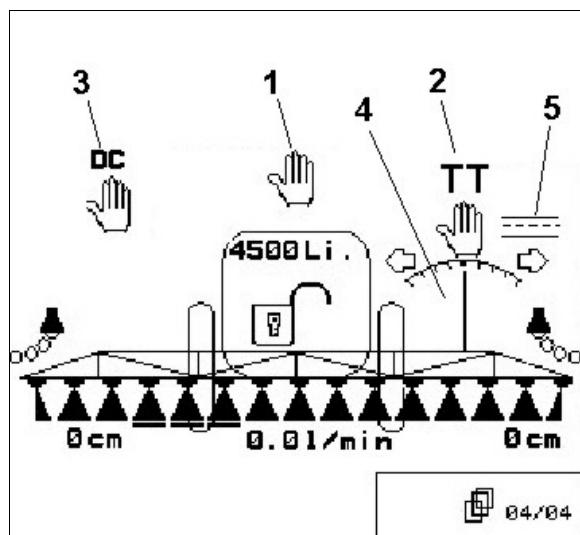
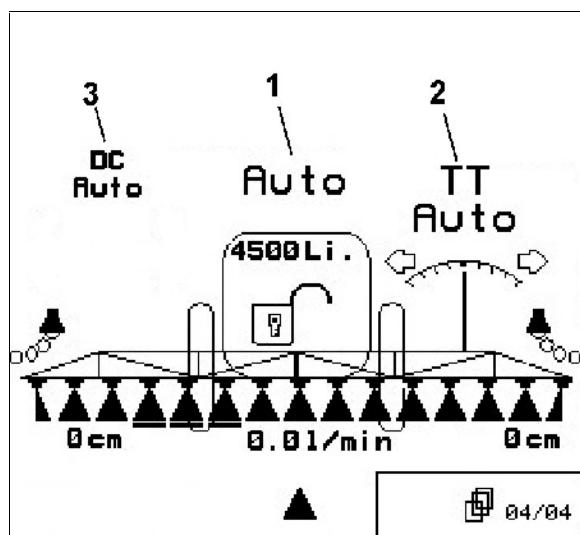

Рис. 143
Рис. 144
- 1. Регулировка нормы опрыскивания:** Ручной режим (Рис. 143/1), автоматический (Рис. 144/1)
- 2. Поддерживающая ось Trail – Tron:** Ручной режим (Рис. 143/2), автоматический (Рис. 144/2), дорожный режим (Рис. 143/5)
- 3. Управление дистанционным контролем:** Ручной режим (Рис. 143/3), автоматический (Рис. 144/3)
При включенном автоматическом режиме на дисплее появляется символ "Авто" (Рис. 143/1). Компьютер агрегата принимает на себя регулировку нормы внесения в зависимости от фактической скорости движения.
символ (Рис. 144/1) и дополнительно показание [л/мин] (Рис. 144/2). Вы регулируете норму внесения вручную путем изменения давления опрыскивания клавишей или .
При включенном автоматическом режиме на дисплее появляется символ "Авто" (Рис. 143/2). Компьютер агрегата берет на себя точный ход агрегата по одной колее с трактором.
Если скорость движения становится выше 15 км/час (движение по дороге), ось Trail – Tron автоматически переходит в нулевое положение и остается в режиме движения по дороге (Рис. 143/5).
символ (Рис. 144/2). Нажимайте клавишу или
→ Прицепной опрыскиватель снова подстраивается к трактору. На дисплее символ "поддерживающая управляемая ось" (Рис. 143/4) показывает выбранный поворот поддерживающей управляемой оси.
При включенном автоматическом режиме на дисплее появляется символ "Авто" (Рис. 143/3). Компьютер агрегата принимает на себя регулировку расстояния форсунка – обрабатываемая культура.
В ручном режиме появляется символ (Рис. 144/3). Дистанционный контроль отключен. Вы регулируете расстояние форсунки – обрабатываемой культуры вручную посредством регулировки наклона и высоты.